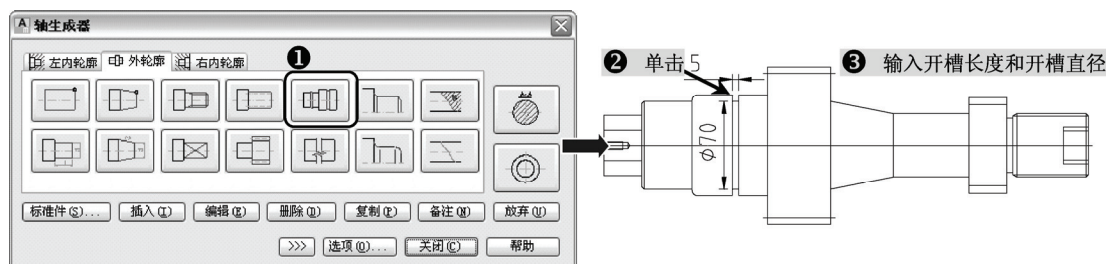

图 11-85 绘制 $\Phi 70 \times 5$ 槽
15) 在上一步返回的“轴生成器”对话框中,在“外轮廓”选项卡中选择“槽”工具按钮,单击选择“ $\Phi 80 \times 60$ ”轴上要开槽的地方,输入开槽长度“5”,输入槽直径“70”,返回到“轴生成器”对话框,如图 11-85 所示。